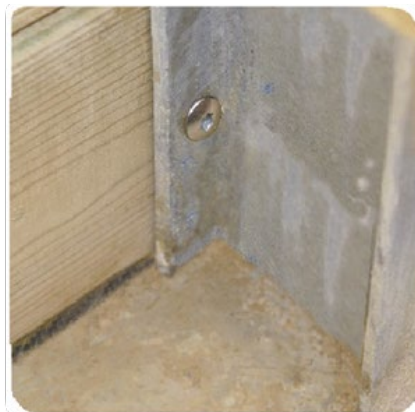

Figura 9 – Bloqueo de los tablones en los puntales metálicos
- en los 4 puntales (están perforados previamente, como se muestra en *Figura 9*) utilizando 36 tornillos torx A2 torx 6 × 30 de acero inoxidable A2 (bolsa D);